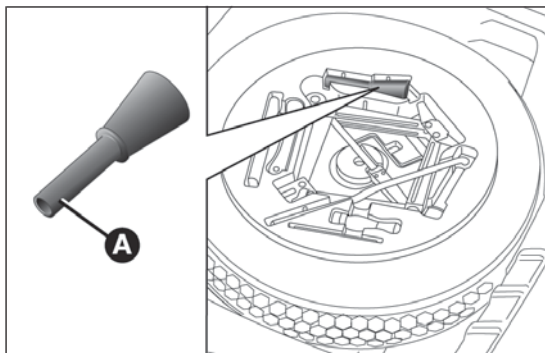
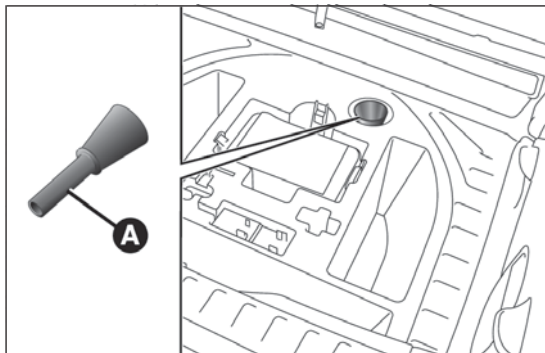

fig. 127
fig. 128
- ☐ abrir el maletero y utilizar el correspondiente adaptador A situado en la caja de herramientas (versiones equipadas con rueda de repuesto - para versiones/países donde esté previsto) fig. 127 o en la caja del Fix&Go Automatic (versiones equipadas con Fix&Go Automatic) fig. 128;